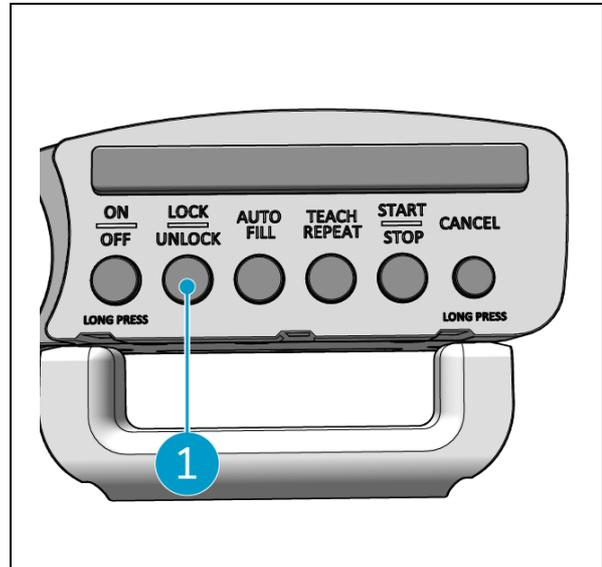

Figura 19
2. Premere il pulsante di blocco (Figura 19, pos. 1) sul controller dell'impugnatura. La luce blu conferma che le ruote dell'unità principale di i-walk sono bloccate.